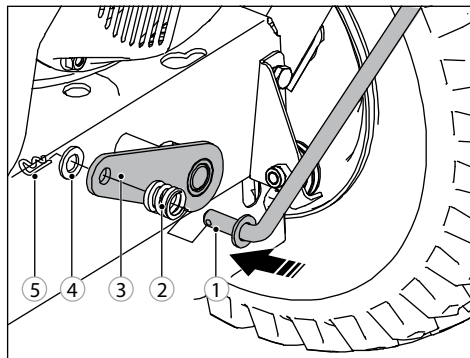

Рис. 6
5. Установите в приемное отверстие коннектора 3 тягу переключения передач 1 и закрепите с помощью пружины 2, стопорного кольца 4 и шплинта 5 (рис. 6).